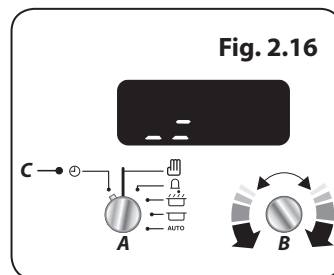

Fig. 2.16
Per regolare il volume dell'allarme, rilasciare la manopola di Regolazione (B), quindi girarla nuovamente in senso antiorario (**Fig. 2.16**). Il volume dell'allarme cambia. Ripetere questi passaggi fino all'ottenimento dell'impostazione volume allarme desiderata.